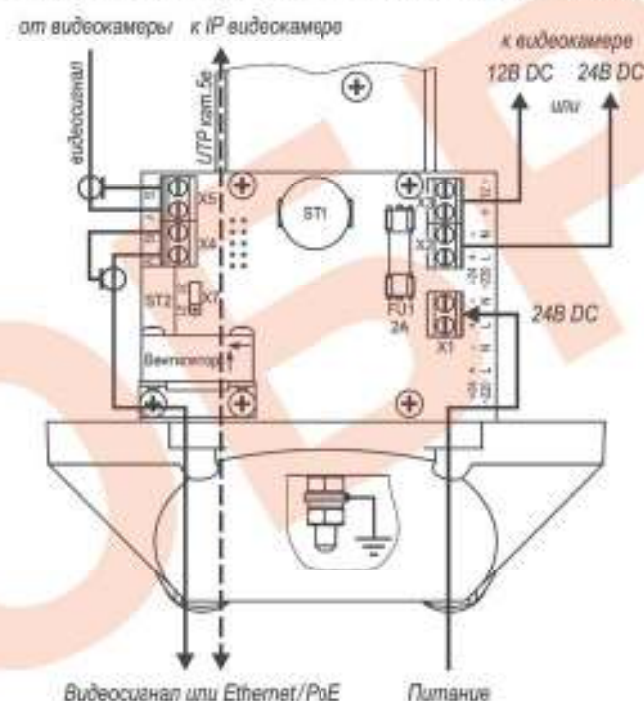

Рис.2 Подключение ТГБ-7-24/12(24)
4. Подсоединить видеосъемку к контактам платы коммутации в соответствии со схемой подключения (рис.2, 3 или 4).
5. Ввести через гермовводы внешние кабели (кабель видео или интерфейсный кабель и кабель питания) и подключить их к плате коммутации (рис.2 или 3).
Предприятием изготовителем джампер Х7 установлен в положение «31» - мощность обогрева 31 Вт, для изменения мощности на 21 Вт джампер Х7 необходимо переставить в положение «21» (см. рис.2 и 3).